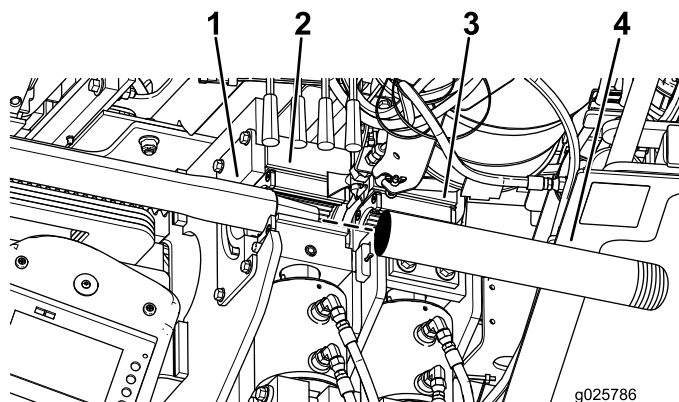

Figura 88
4. Retire el tubo de perforación y la barra de acoplamiento por la guía del tubo y hasta las mordazas, alineando la junta superior ensanchada de la barra de acoplamiento con la mordaza superior (Figura 88).